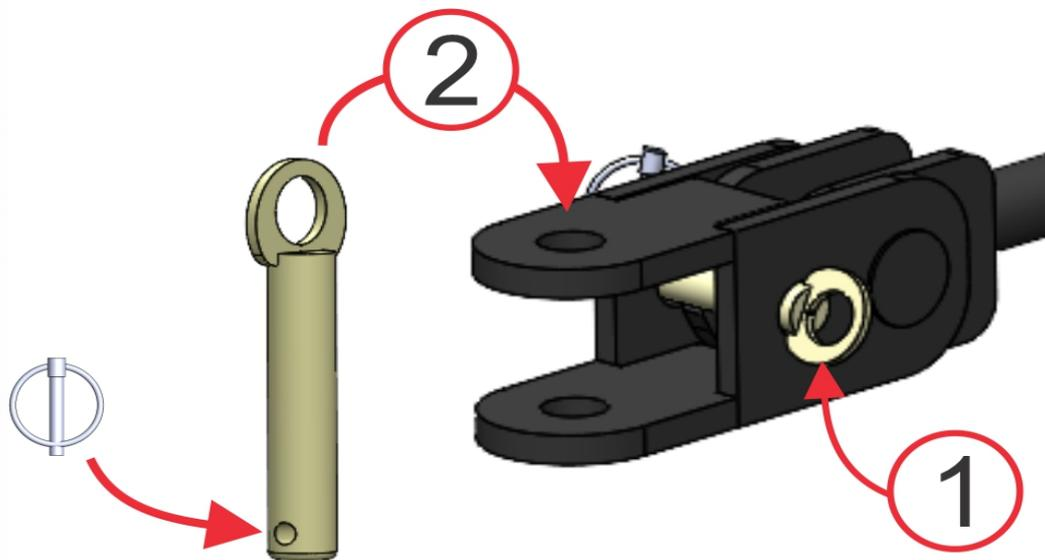

Figura 5.1 – Cabeçalho de engate.
2. Para acoplar o trator ao cabeçalho, posicione adequadamente a barra de tração do trator no cabeçalho da máquina, retire o pino da posição 1 e o insira na barra de tração (posição 2), conforme ilustrado na figura 5.1.